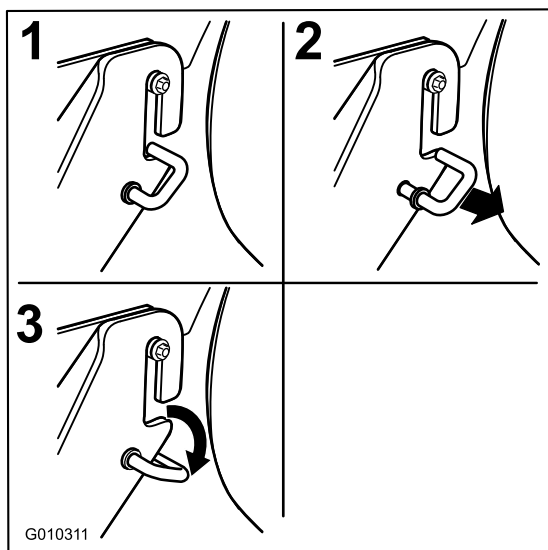

Figura 74
1. Mova os ganchos em J com mola para fora da ranhura nos suportes do suporte de suspensão traseiros em ambos os lados da plataforma (Figura 74).